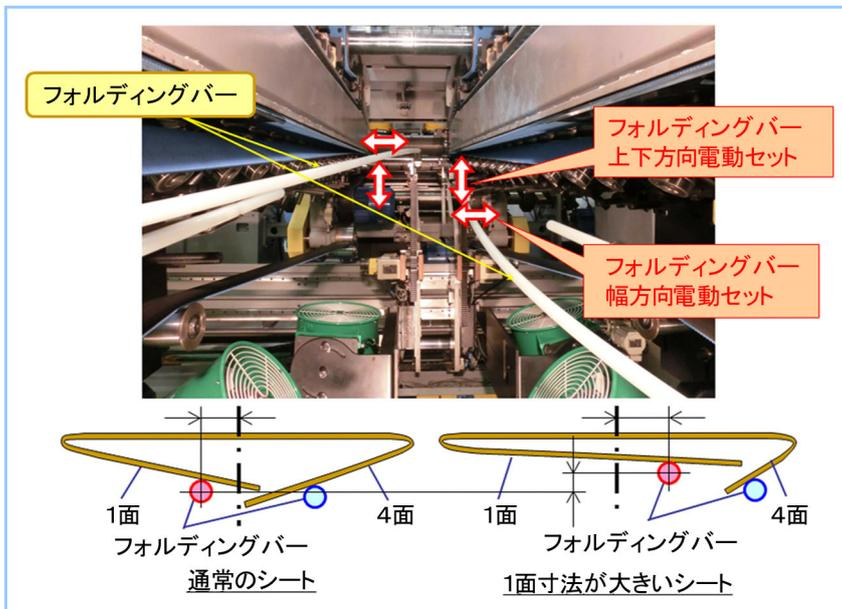

図6 シート折り曲げガイドバー(フォルディングバー)自動セット
(3) 折り曲げ部:シート折り曲げガイドバー(フォルディングバー)自動セット(図6)